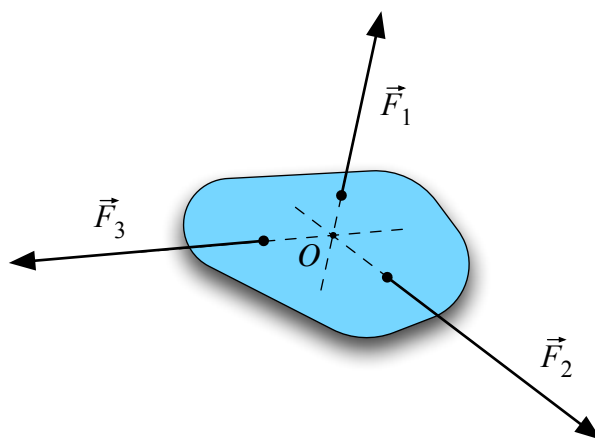

FIGURE 10 – Équilibre d'un corps soumis à trois forces
**Expérience 1.4** Nous utilisons toujours le corps très léger auquel on applique trois forces  $\vec{F}_1$ ,  $\vec{F}_2$  et  $\vec{F}_3$  qui sont les tensions de trois fils (figure 10).